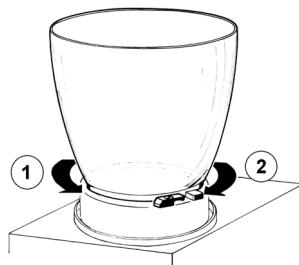

Bild 2
- 4 Entfernen Sie den Behälter, indem Sie ihn (1) entgegen dem Uhrzeigersinn drehen (siehe Abbildung 2).
- 2 Montieren Sie die Dichtung in ihren Sitz auf dem Behälter. Montieren Sie den Behälter, indem Sie ihn im Uhrzeigersinn (2) drehen. Feuchten Sie die Dichtung mit Wasser an, um diesen Vorgang zu erleichtern (siehe Abbildung 2).